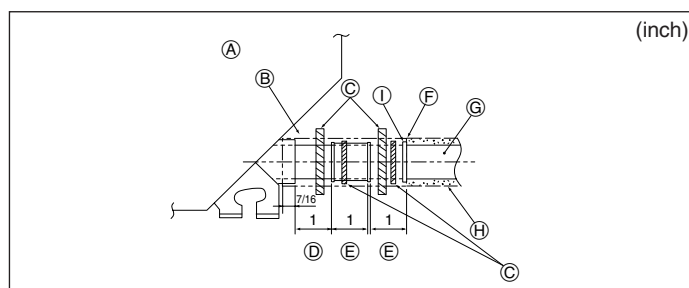

Fig. 5-4
5.4. Conexión de la tubería (Fig. 5-4)